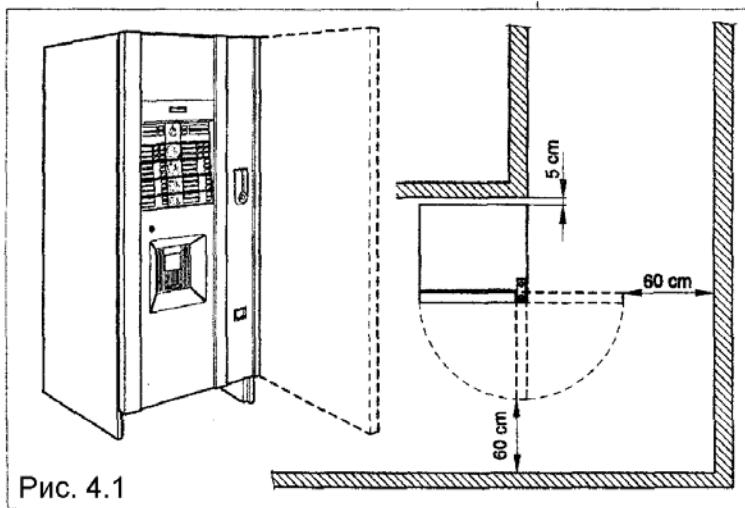

Рис. 4.1
- При размещении автомата у стены необходимо сохранять минимальное расстояние от стены 5 см (рис. 4.1), чтобы обеспечить его постоянную вентиляцию. Ни в коем случае не накрывайте автомат тканью или другими материалами.
Если автомат установлен в проходе, предназначенном для экстренной эвакуации, убедитесь, что при открытой дверце автомата остается достаточно места, чтобы его можно было обойти (рис. 4.1).